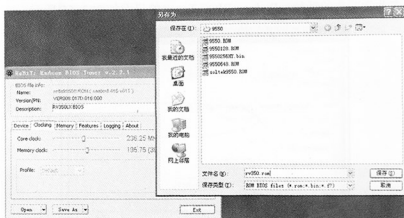

图 3-58 保存文件的对话框
(3) 单击“Save As”按钮，将修改后的内容保存为 RV350.ROM 文件，即可进入 DOS 进行刷写了，如图 3-58 所示。